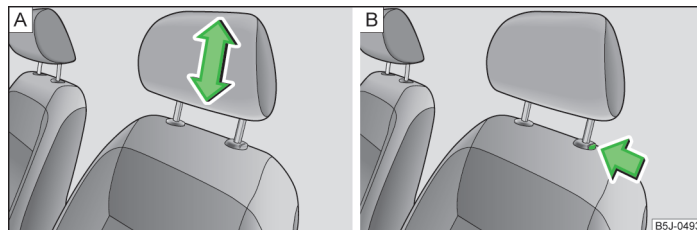

Fig. 43 Reposacabezas. Ajustar/desmontar
- Coger el reposacabezas por los lados con las dos manos y tirar a discreción de él hacia arriba » fig. 43 - **A**.
- Si se desea desplazar el reposacabezas hacia abajo, pulsar y mantener pulsada la tecla de seguro » fig. 43 - **B** con una mano, y con la otra mano desplazar el reposacabezas hacia abajo.
- Pulsar la tecla del seguro en el sentido de la flecha » fig. 43 - **B** y extraer el reposacabezas.